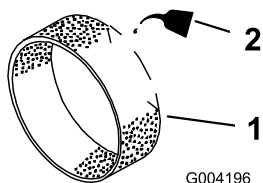

Figura 145
3. Ponga de 3 a 6 cl de aceite en el prefiltro (Figura 145).